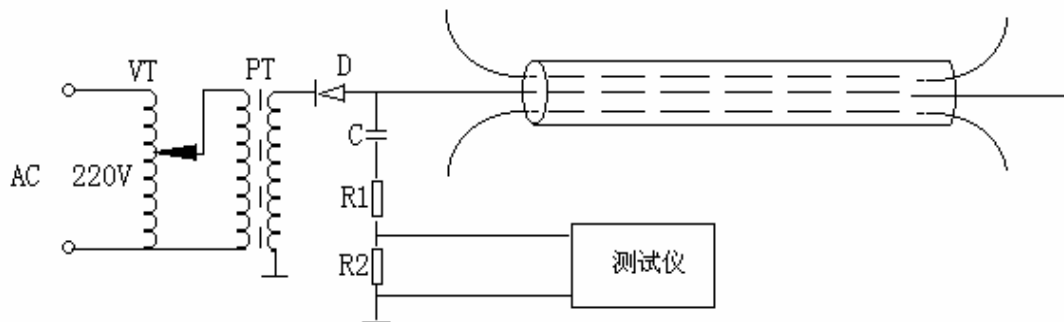

图 6.4-1 直闪法接线图
- (1) 准备工作：直流高压闪络法的基本测试原理是，利用外部设备给故障电缆上施加一直流负高压，当故障点承受不了这样的高压时就会产生闪络电弧，根据这个电弧产生的电波来测试这个故障点的。因此应按图 6.4-1 所示准备高压设备，并将连接线接好。
- (2) 仪器操作按图 6.4-1 所示连接外部线路，先升压几次确认连线无误后，再将本仪器接入 R₂ 两端（此接线本套设备已设计好）。将仪器的接地端子直接独立的接在电缆钢带上。